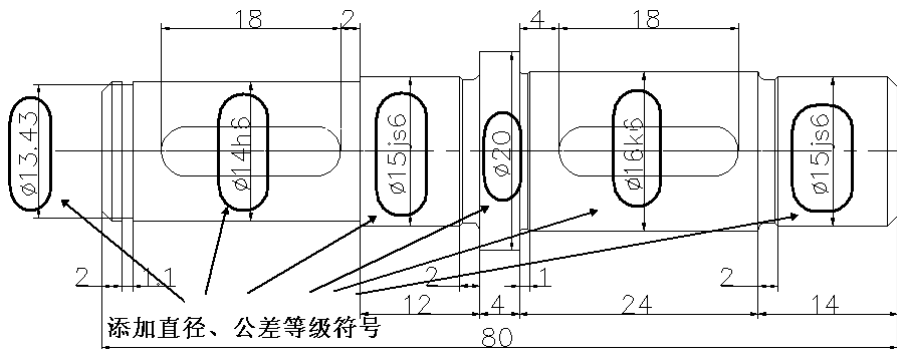

图 9
1) **修改标注：**对需要特殊标注的尺寸进行修改，如各轴段直径表示方法、公差等级等。此处用到公差查询表极大地方便了用户查询公差等级，极限偏差值等工作，具体数值如图 9 所示。